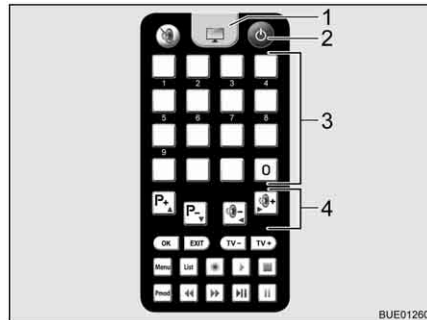

Fig. 24 Télécommande téléviseur
- Appuyer sur la touche "⏻" (Fig. 24,2) sur la télécommande du téléviseur. L'antenne passe dans le mode de recherche. Une tonalité continue retentit.
- Appuyer sur la touche de la télécommande du téléviseur (Fig. 24,1) pour passer sur réception sur le téléviseur. La tonalité disparaît. Une image apparaît à l'écran.
- Choisir la station désirée au moyen des touches de mémoire (Fig. 24,3) de la télécommande du téléviseur ou des touches de fonction (Fig. 24,4).